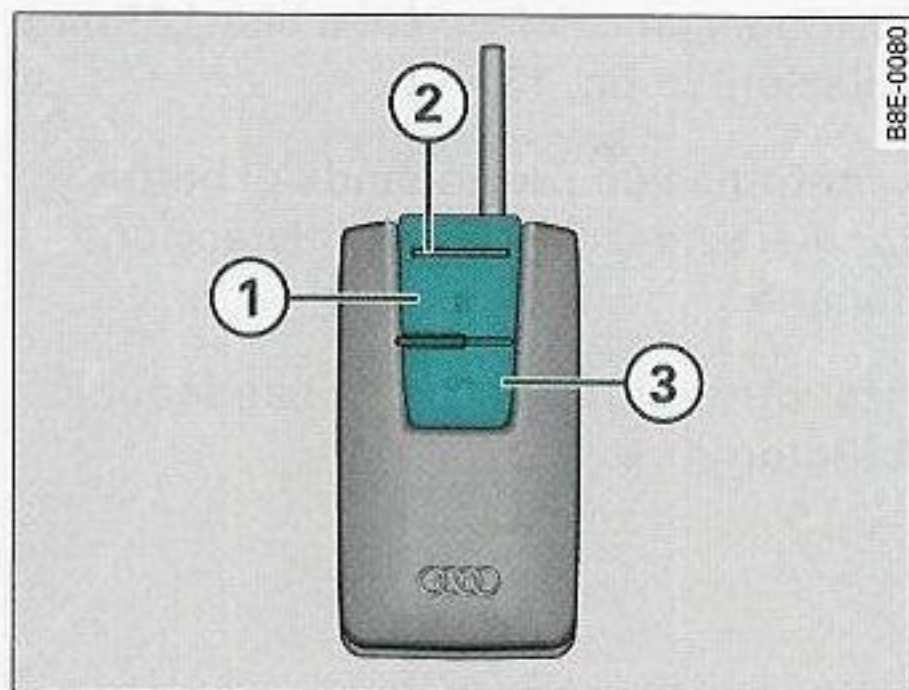

Fig. 138 Control remoto para calefacción / ventilación estacionaria
- Pulse la tecla de activación ⇒ fig. 138 ①, hasta que se encienda el testigo de control ②. La función **Heizung Ein** (Conectar calefacción) o bien **Lüftung Ein** (Conectar ventilación) está activada.